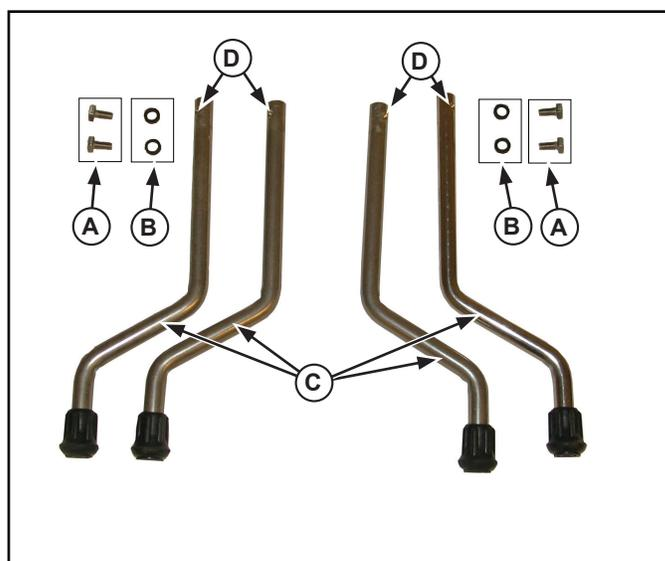

Figure 5. Pieds et visserie pour le Lettuce King I.
1. Utilisez les vis à chapeau (A) et les rondelles en caoutchouc (B) pour installer les pieds (C). Voir la figure 5.
2. Utilisez les vis à chapeau (A) et les rondelles en caoutchouc (B) pour installer les pieds (C). Voir la figure 5.
5. Serrez lentement les vis à chapeau (A) et tournez légèrement les pieds pour que la vis à chapeau (H) entre dans le cran du pied (C). Voir la figure 5.